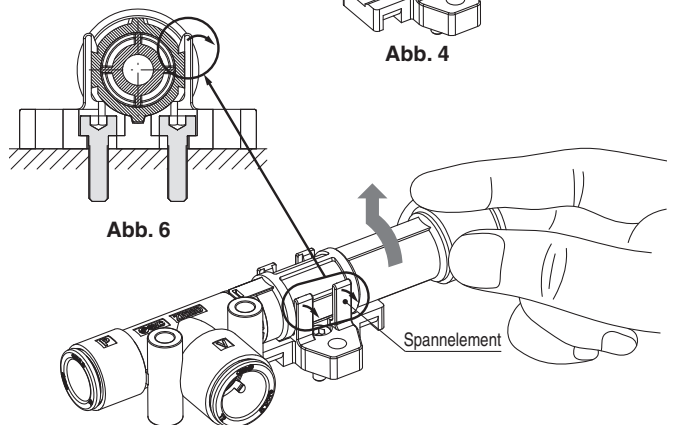

Abb. 5
- 4) Um das Gehäuse von der Befestigung zu entfernen, hängen Sie die Spannelement (2 St.) auf einer Seite außer Acht und ziehen Sie den Vakuumerzeuger, während Sie den Adapter drehen. Wenn der Vakuumerzeuger ohne Aushängen der Spannelement gezogen wird, kann die Befestigung (Abb.5, 6) beschädigt werden. Wenn eine erhöhte Haltekraft erforderlich ist, wenden Sie sich an Ihren SMC-Vertreter.